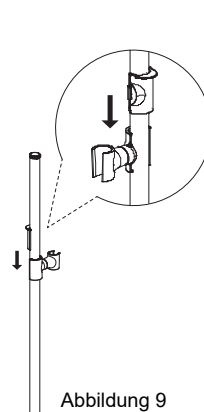

Abbildung 9
- Klicken Sie den vorderen Teil des Schiebers auf einer Seite der Setzstufe ein. Klicken Sie den hinteren Teil des Schiebers oberhalb des vorderen Teils auf einer anderen Seite der Setzstufe ein. Schieben Sie den hinteren Teil in den vorderen Teil, um ihn zu sichern (Abbildung 9).